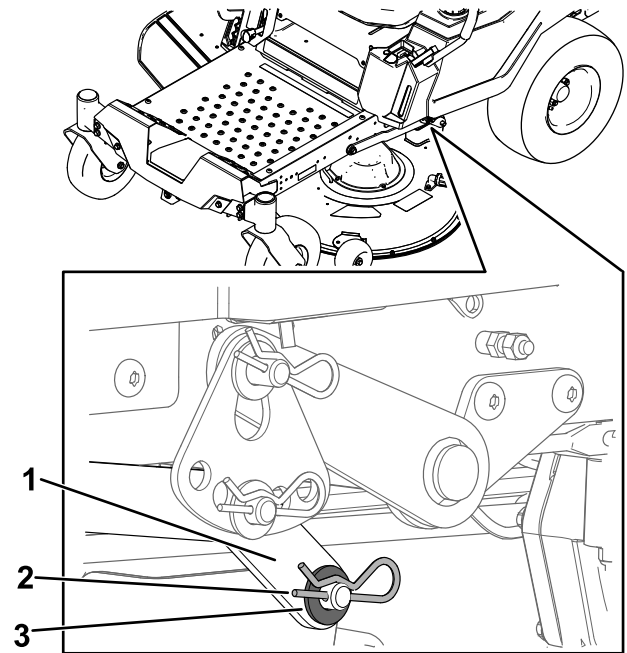

Figura 67
- En un lado de la máquina, retire la arandela y la chaveta del pasador de la carcasa (Figura 67).
- Retire el brazo de elevación del pasador de la carcasa (Figura 67).
5. En un lado de la máquina, levante la parte trasera de la carcasa de corte e instale el brazo de elevación en el pasador de la carcasa (Figura 67).
6. Instale el brazo de elevación usando la arandela y la chaveta (Figura 67).